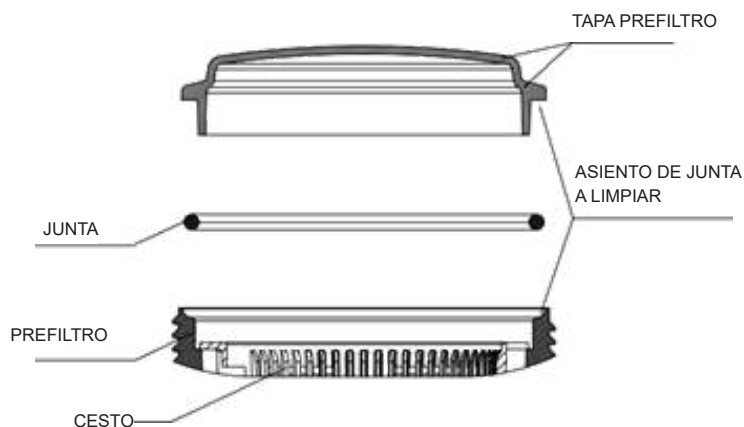

Figura 7
- Cada vez que se abra el prefiltro, limpiar de impurezas el asiento de la junta y la propia junta, para asegurar la estanqueidad en el cierre de la tapa (Figura 7).